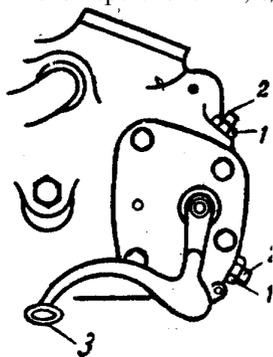

Рис. 18. Ножной механизм переключения коробки передач:
3. Отвернуть на один-два оборота контргайки 1 (рис. 18) регулировочных винтов 2, расположенных на картере механизма ножного переключения; один сверху, другой снизу. Отвернуть на три-четыре оборота регулировочные винты.